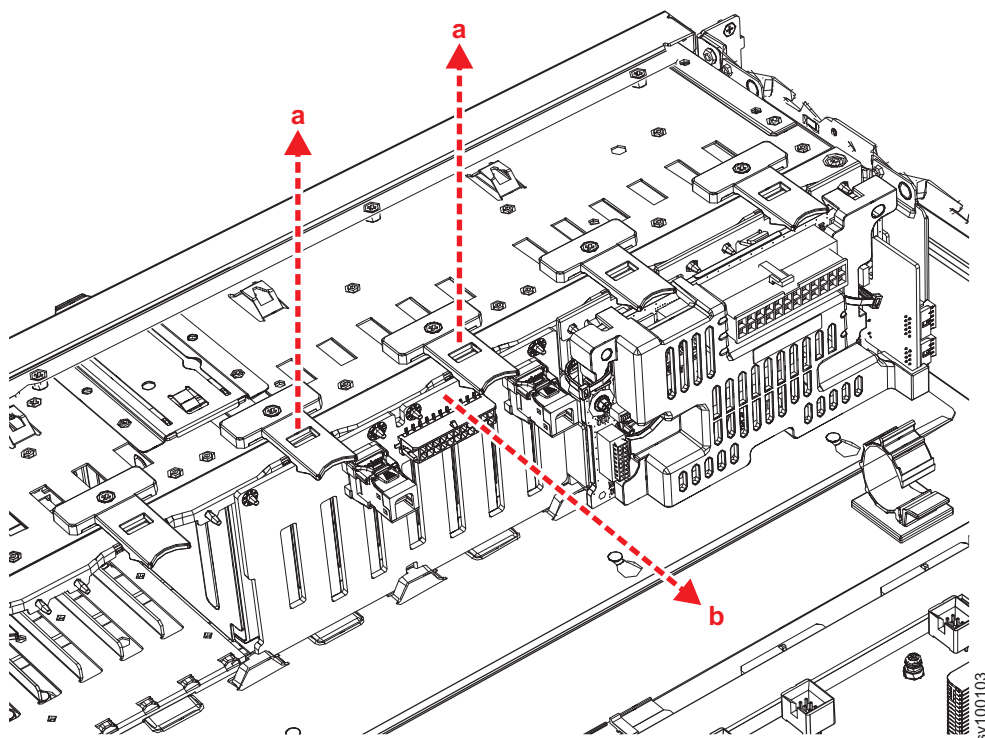

Figura 89. Removendo o painel traseiro da unidade SATA do 2145-SV1
8. Levante as duas guias frontais e gire o conjunto do painel traseiro em direção à parte traseira do nó para removê-lo, conforme mostrado em Figura 89 na página 109.